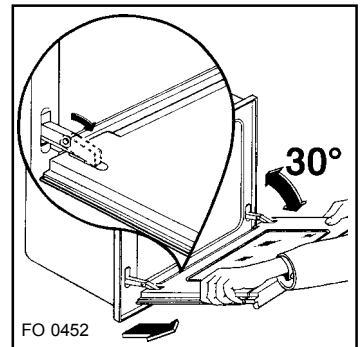

Abb. 7
- 3) schließen Sie die Tür, bis sie die Hebel berührt und drücken Sie zuletzt die Tür so, als ob Sie sie schließen wollten und ziehen Sie sie dabei nach außen weg (Abb. 7);